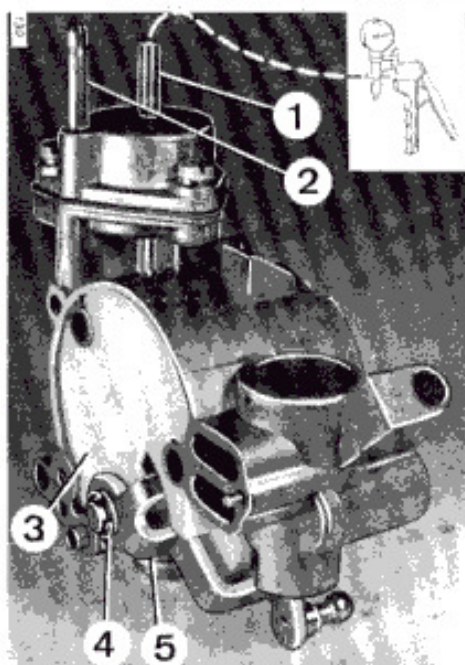
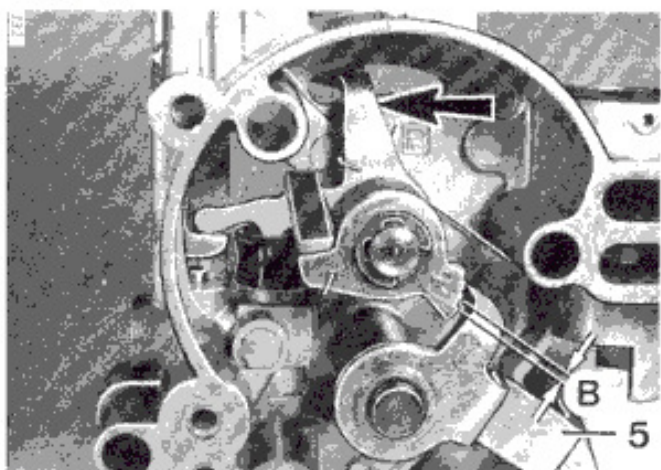

Рис. 10
Рис. 12
Штуцер (2) заглушить. Присоединить ручной вакуумный насос (Рис. 10) к штуцеру (1) и накачать отрицательное давление. Рычаг (5) должен лежать как показано на Рис. 12.